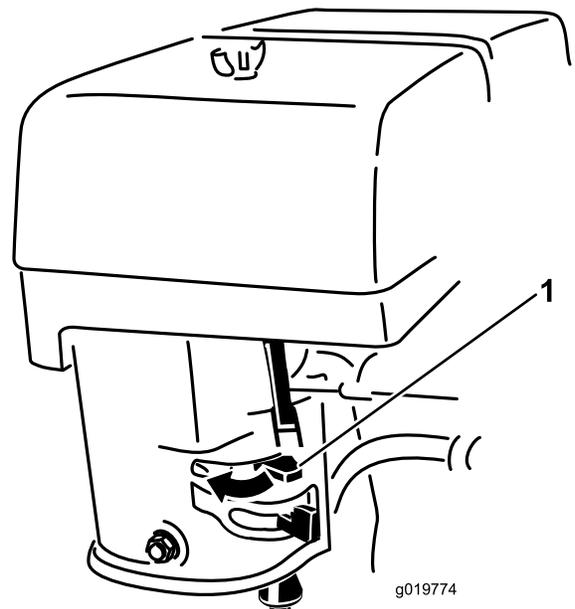

Figura 14
3. Mueva la palanca del estarter a la izquierda si el motor esta frío (Figura 14).